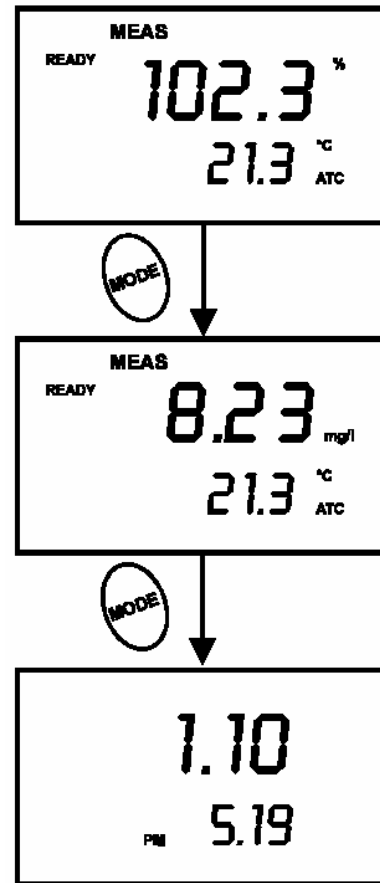

Figure 9 : Changement de mode de mesure
2. Appuyer sur la touche MODE pour sélectionner le mode de % saturation. Voir figure 9.